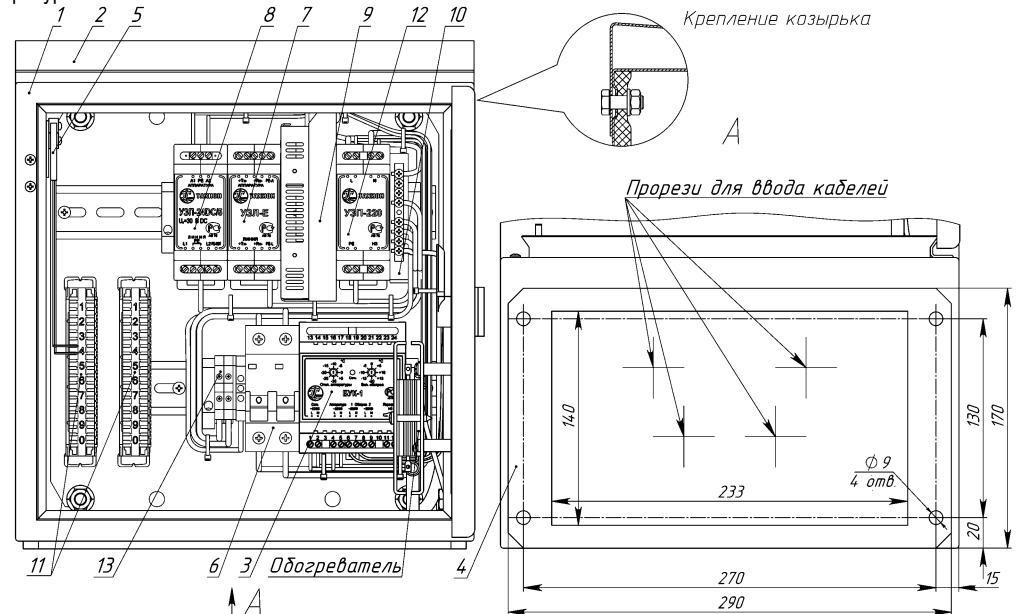

Рис. 1. Устройство термошкафа (дверь открыта на  $90^{\circ}$ )
**Внимание!** Температура обогревателя во время работы превышает 70°C, во избежание повреждения аппаратуры и кабелей производите их монтаж на расстоянии не менее 3 см от обогревателя (рис. 1).
## Состав изделия: (рис.1)
2. Продеть вводные кабели через прорези в термоизоляционном материале (рис.1 вид А)
- тамперный контакт S2 (поз.5 рис.1) к внешнему устройству сигнализации через контакты 7 и 8 (4-я пара) платы X2.
4. Подать напряжение питания 220В AC на клеммную колодку X1, при этом фазный провод (L) соединить с контактом 1.1, нулевой провод (N) с контактом 2.1, а провод заземления соединить с контактом 3.1 (PE).